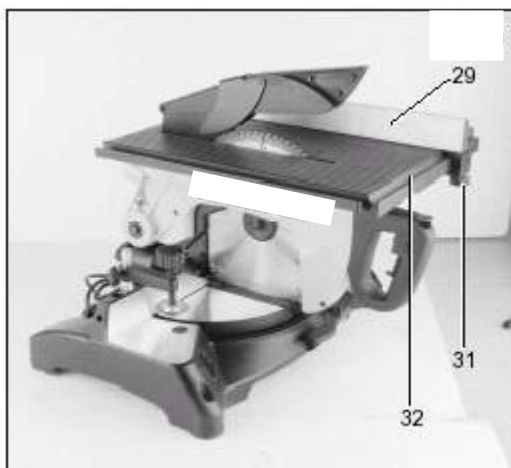

Fig. 13
- Solte o parafuso 31 fig. 13 e desloque a régua superior 29 fig. 30 alinhando o indicador 32 fig. 13 de acordo com a escala diagramada localizada na mesa superior.